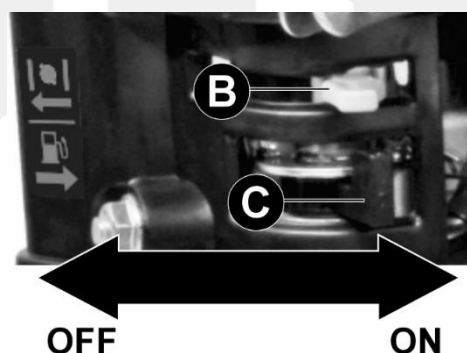

Fig. 2 – Torneira de combustível
2. Mova a Torneira de combustível (C) para a posição **ON**, como na Fig. 2 do item 5.1 deste manual.